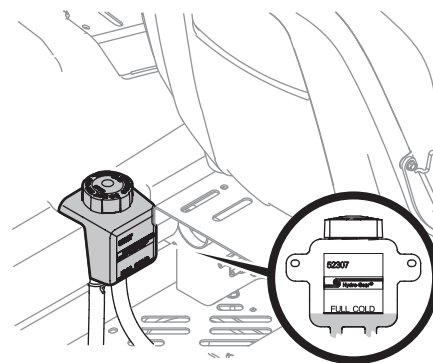

Figure 4-3
1. Basculez le siège du conducteur vers l'avant et nettoyez le bouchon du réservoir et la zone autour du bouchon pour que les débris ne contaminent pas l'huile. Voir Figure 4-3.
2. Tournez le bouchon dans le sens anti-horaire pour le retirer, puis vérifiez le niveau d'huile. Il doit y avoir de l'huile au fond de la cuvette, cependant le niveau d'huile NE doit PAS dépasser la marque PLEIN FROID (FULL COLD). Voir Figure 4-3. NE REMPLISSEZ PAS CE RÉSERVOIR.